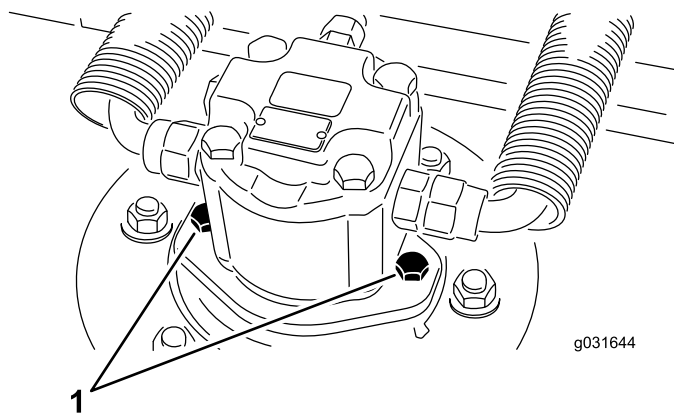

Bild 67
2. Entfernen Sie die Befestigungsschrauben des Hydraulikmotors, klemmen den Hydraulikmotor vom Mähwerk ab und entfernen ihn (Bild 67).
4. Bringen Sie mithilfe der Befestigungsschrauben des Hydraulikmotors den Hydraulikmotor am Mähwerk an (Bild 67).